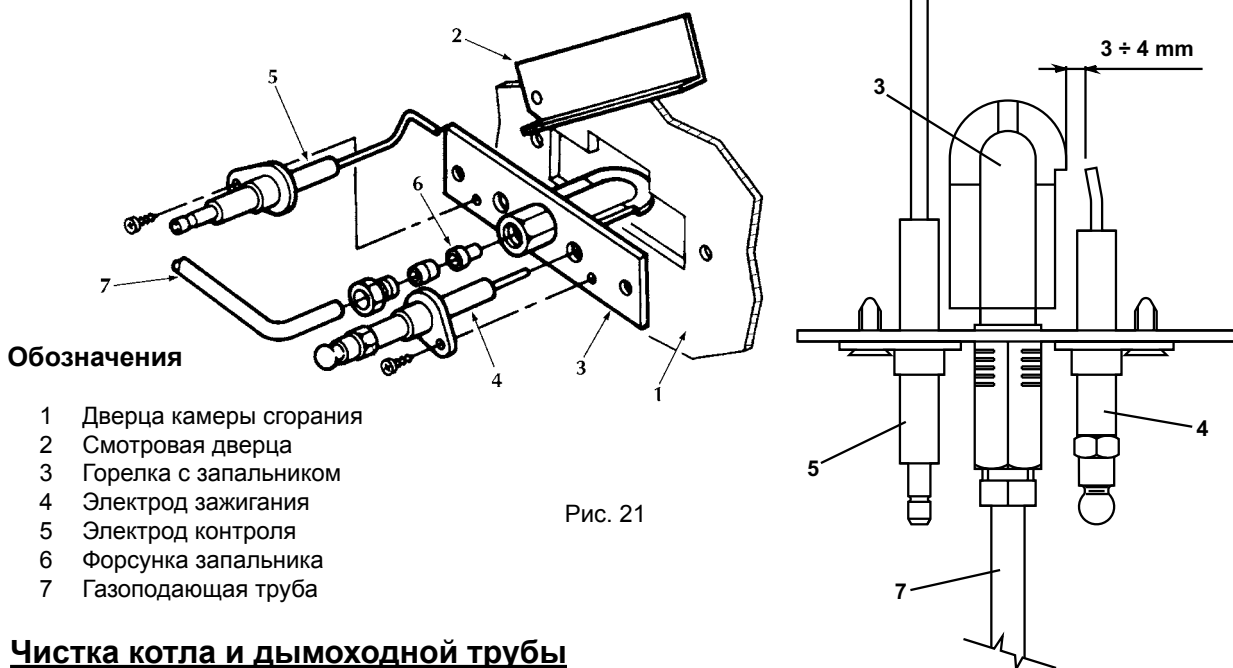

Рис. 21
- Отсутствуют отложения на электродах и они правильно позиционированы (см. рис. 21).
Проверить правильное позиционирование электродов и отсутствие на них отложений (см. рис. 21).